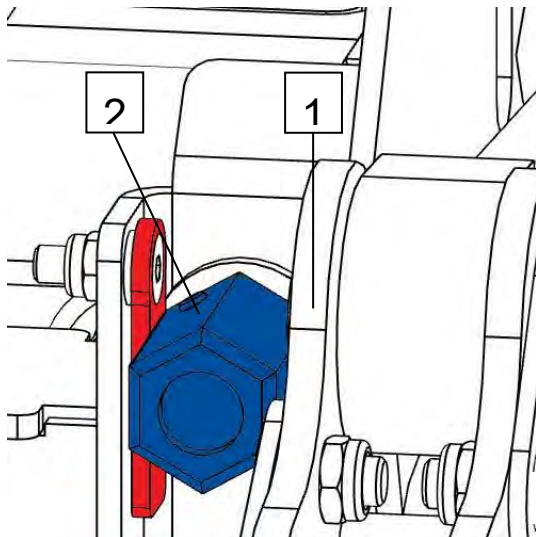

Bild 25
- 2) Drehsicherung wieder schließen um Einstellschraube gegen Verdrehung zu sichern (siehe Bild 25).